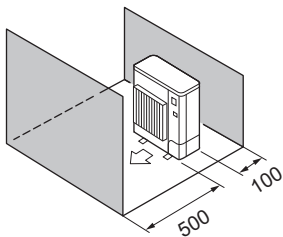

Fig. 2-11
- (5) Solo ostacoli anteriori e posteriori (Fig. 2-11)
- (6) Solo ostacoli anteriori e posteriori (Fig. 2-11)